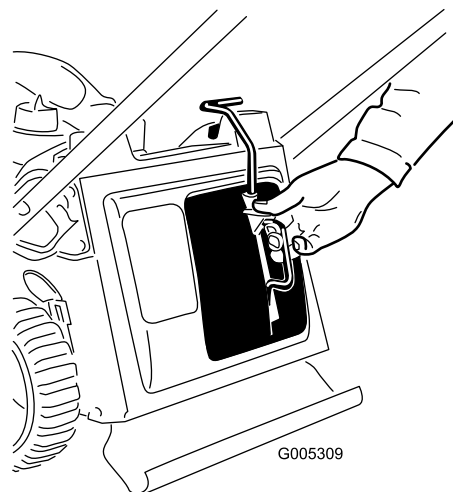

Figura 36
3. Introduzca el tapón de mulching (Figura 36).